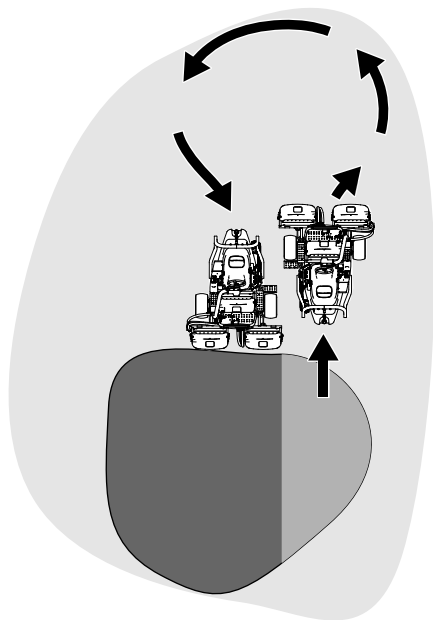

Figura 37
6. Para ganar tiempo y facilitar la alineación correcta para la pasada siguiente, gire la máquina momentáneamente en la dirección opuesta, y luego gire hacia la parte que todavía no está cortada. Este movimiento es un giro en forma de lágrima (Figura 37), que permite alinear la máquina rápidamente para la pasada siguiente.